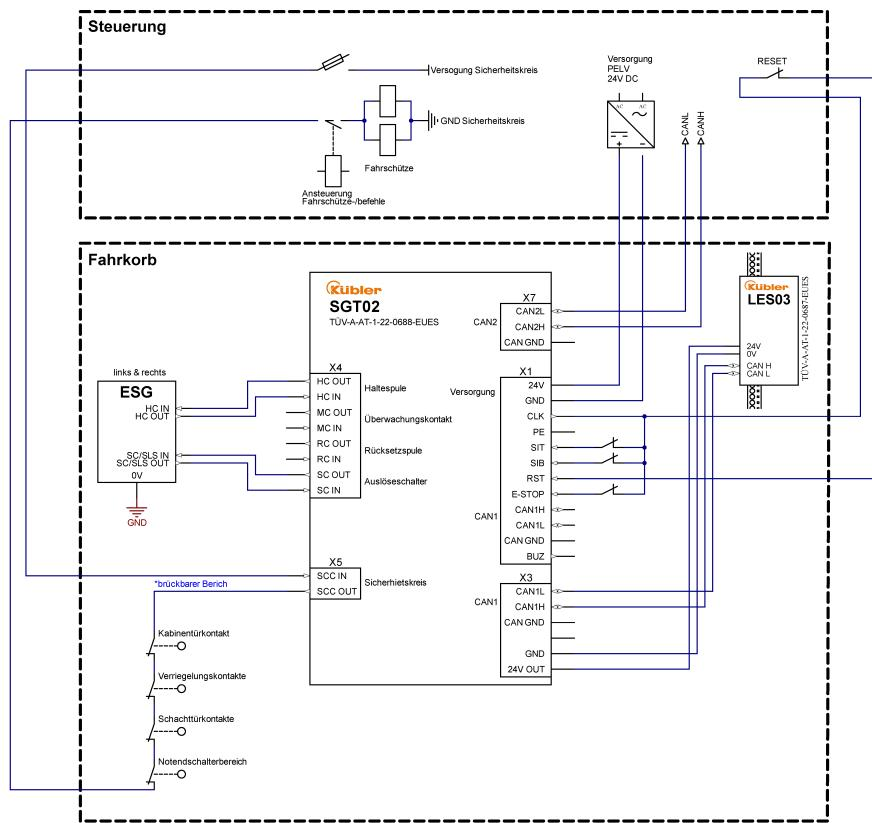

Abb. 1: Beispiel ohne Rückstellung (Reset) der elektromechanischen Fangvorrichtungen (ESG).
- Varianten ohne Rückstelleinrichtung (8.SGT02.x2xx.xxxx) sind beide Stecker X4 (HC und SC) entsprechend Abbildung 1 [▶ 17] anzuschließen.